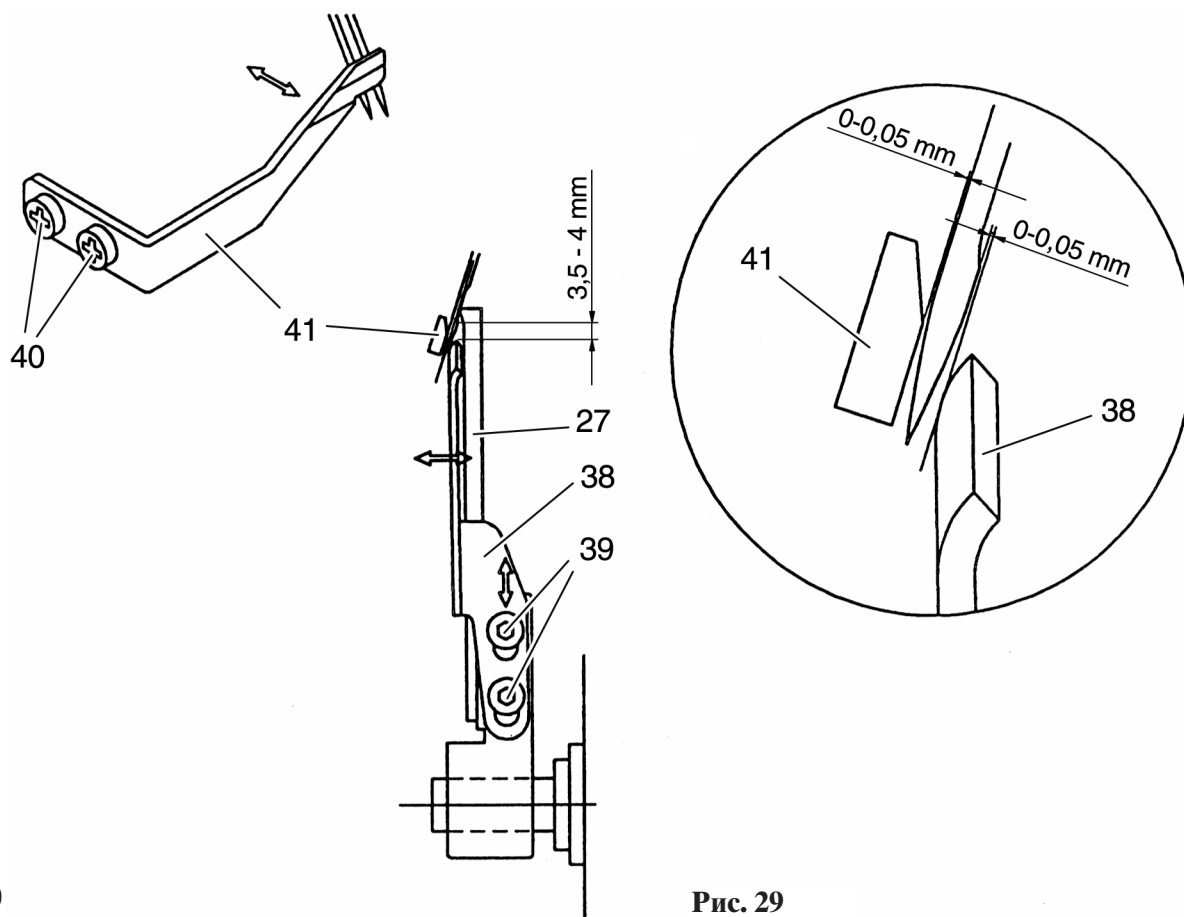

Рис. 29
В тот момент, когда стержень игловодителя находится в самом нижнем положении, между иглой „R” или соответственно „L” и передним игольным предохранителем должен оставаться зазор 0 - 0,05 мм (рис. 29).
- Сместите передний игольный предохранитель 41 таким образом, чтобы отрегулировать зазор в соответствии с рис. 29.